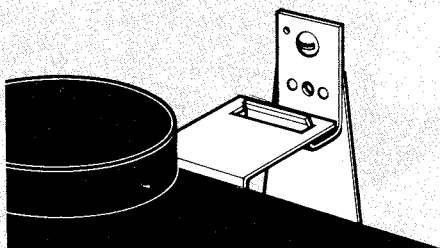

Fig. 7
- De ketel tegen de wand aan presenteren waarbij men de onderkant van de rugplaat van de wand afhoudt om vrij te komen van de montageplaat en de bovenkant van de rugplaat tegen de wand aandrukt (fig. 7).